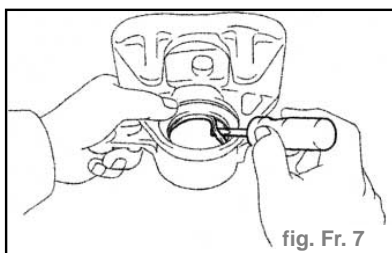

fig. Fr. 7
- À l'aide d'un tournevis, déposer le joint de piston du cylindre. (fig. Fr. 7)